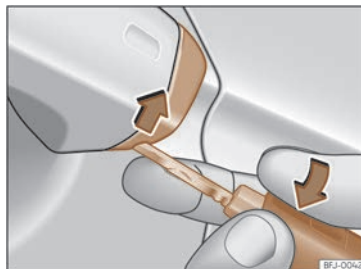

Fig. 50 Poignée de la portière du conducteur : retirer le cache en faisant levier.
- Introduisez le panneton dans l'ouverture inférieure du cache de la poignée de la porte du conducteur et soulevez le cache >>> **fig. 50**.